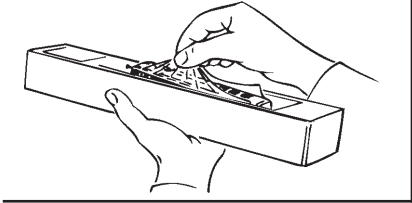

Fig. 2
**Fittings:** Operation is possible with different couplings (fig. 2). We recommend using the Roco close coupling. In the enclosed accessory bag you will find small kits to be fitted on your locomotive. Please **mount them cautiously**.
**Attention!** Use glue only if indicated (fig. 2+3).
**Les attelages:** En vue d'une exploitation pratique sur votre réseau vous pouvez choisir parmi plusieurs types d'attelages conformes aux différents systèmes d'attelage pratiqués en H0 (voir fig. 2). Nous vous recommandons l'emploi de l'**attelage court Roco**. Le sachet joint comprend entre autres des petites pièces de finition conformes à la réalité et à **rapporter avec précaution** par le modéliste (fig. 2+3), si désiré. **Attention:** N'utilisez de la colle qu'aux endroits expressément indiqués aux des-sins!